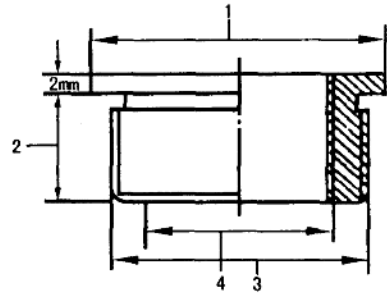

图 1-3 火花塞螺纹孔镶套
(2) 火花塞螺纹孔的修理方法: 将原来的螺纹孔改制成直径大一些的螺纹孔, 镶制一个有内外螺纹的铜套(钢套), 内螺纹制成与原来规格火花塞螺纹相配(图 1-3), 不必改用其他规格的火花塞。然后找一个火花塞, 在火花塞的螺纹部分涂抹润滑脂, 拧入制好的螺纹套中, 并在螺纹套外螺纹表面涂抹少许铅油。最后将螺纹套拧入气缸盖螺纹孔中并拧紧, 退出火花塞,